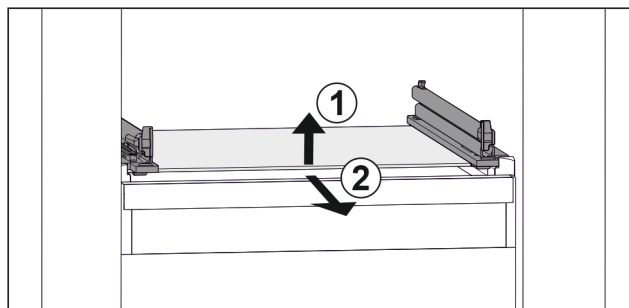

Fig. 82 Примерно изображение на стъклената плоча
- Повдигнете стъклената плоча отпред. Fig. 82 (1)
- Извадете стъклената плоча напред. Fig. 82 (2)